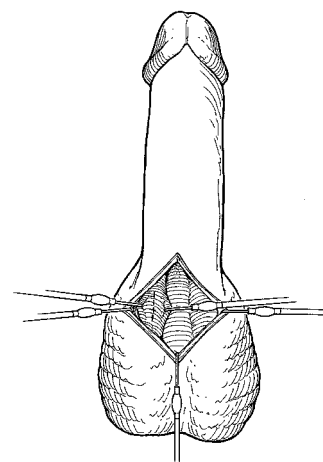

Figura 4-3. Penoscrotal: retractați corpul spongios
3. Pentru abordul penoscrotal, retractați lateral corpul spongios pentru a evita lezarea uretrei (**Figura 4-3**).